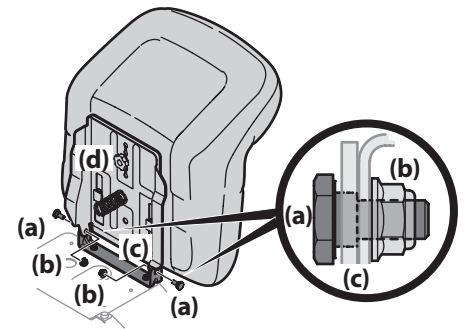

Figura 2-20
6. Instale los dos pernos con reborde (a) y las tuercas de seguridad (b) que extrajo del soporte de montaje (c) del asiento en el Paso 1. Consulte la Figura 2-20.
7. Para ajustar la posición del asiento, afloje las dos perillas de ajuste (d) que están ubicadas en la parte inferior del asiento. Deslice el asiento hacia adelante o hacia atrás, según lo desee. Vuelva a ajustar el perno de ajuste (d). Consulte la Figura 2-20.